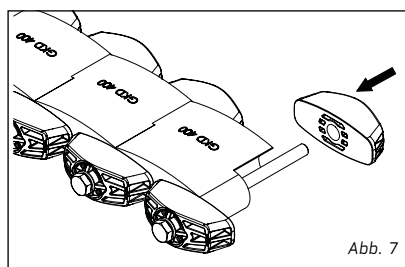

Abb. 7
- 3** Dann die zuvor entfernte Pressplatte (und Mutter) wieder montieren (siehe Abb.: 7).